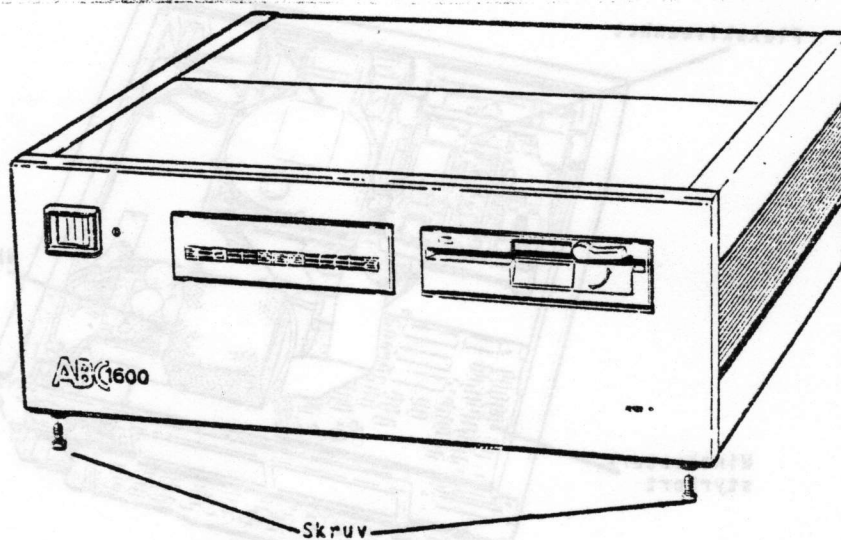

Bild 6
2. Lossa fronten genom att låta datorenhetens front skjuta över bordskanten några cm och lossa de två skruvarna på frontens undersida. (Bild 6)